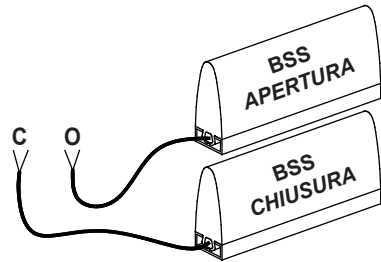

Figura 1: collegamento alla bobina
9.1 Collegamento alla bobina (figura 1)